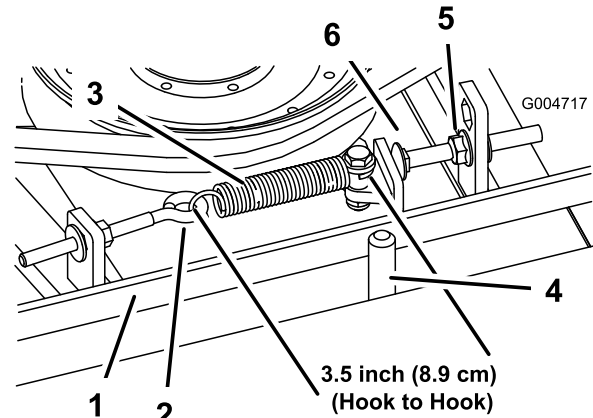

Figura 64
Quando a tensão estiver correcta, a medida da mola de extensão (gancho a gancho) deverá ser de cerca de $3,50 \pm 0,25$ pol (lado interior). Logo que se obtenha a tensão correcta da mola, ajuste o pino de fecho (parafuso da carroçaria) até haver uma folga aproximada de $0,125 + 0,060 / - 0,000$ pol entre a cabeça do parafuso e o braço intermédio (Figura 64).
Nota: Certifique-se de que a correia está colocada no lado da mola do guia da correia (Figura 64).
2. Desaperte o parafuso com olhal permitindo a remoção da mola de extensão (Figura 64).
o braço intermédio passe pelo pino de fecho (Figura 64). Retire a polia intermédia da correia para aliviar a tensão da correia.
8. Volte a ligar a mola de extensão (Figura 64) ao parafuso de olhal e aplique a tensão na correia como se segue: